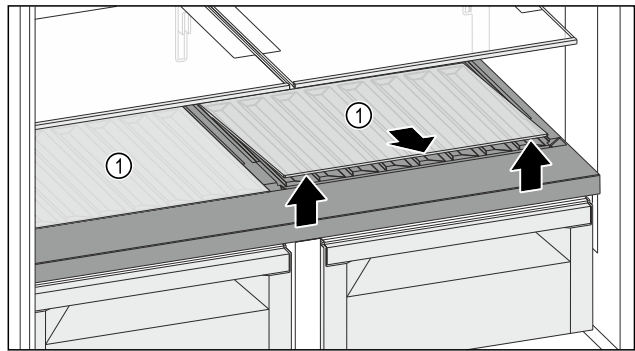

Fig. 124
- Bir cam rafı veya her iki cam rafı Fig. 124 (1) da öndeki çıkıntıdan kaldırın ve çıkartın.
- Cam raf(lar)ı Fig. 124 (1) cihazın dışında güvenli bir şekilde saklayın.